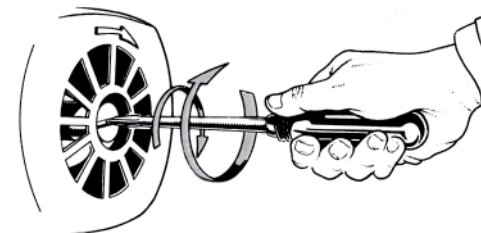

Figura 4: Desbloquear eje
| | Motor bloqueado | Desbloquee el eje (figura 4) y compruebe el condensador |
- Compruebe que el eje de la bomba gire libremente y no esté bloqueado (figura 4).